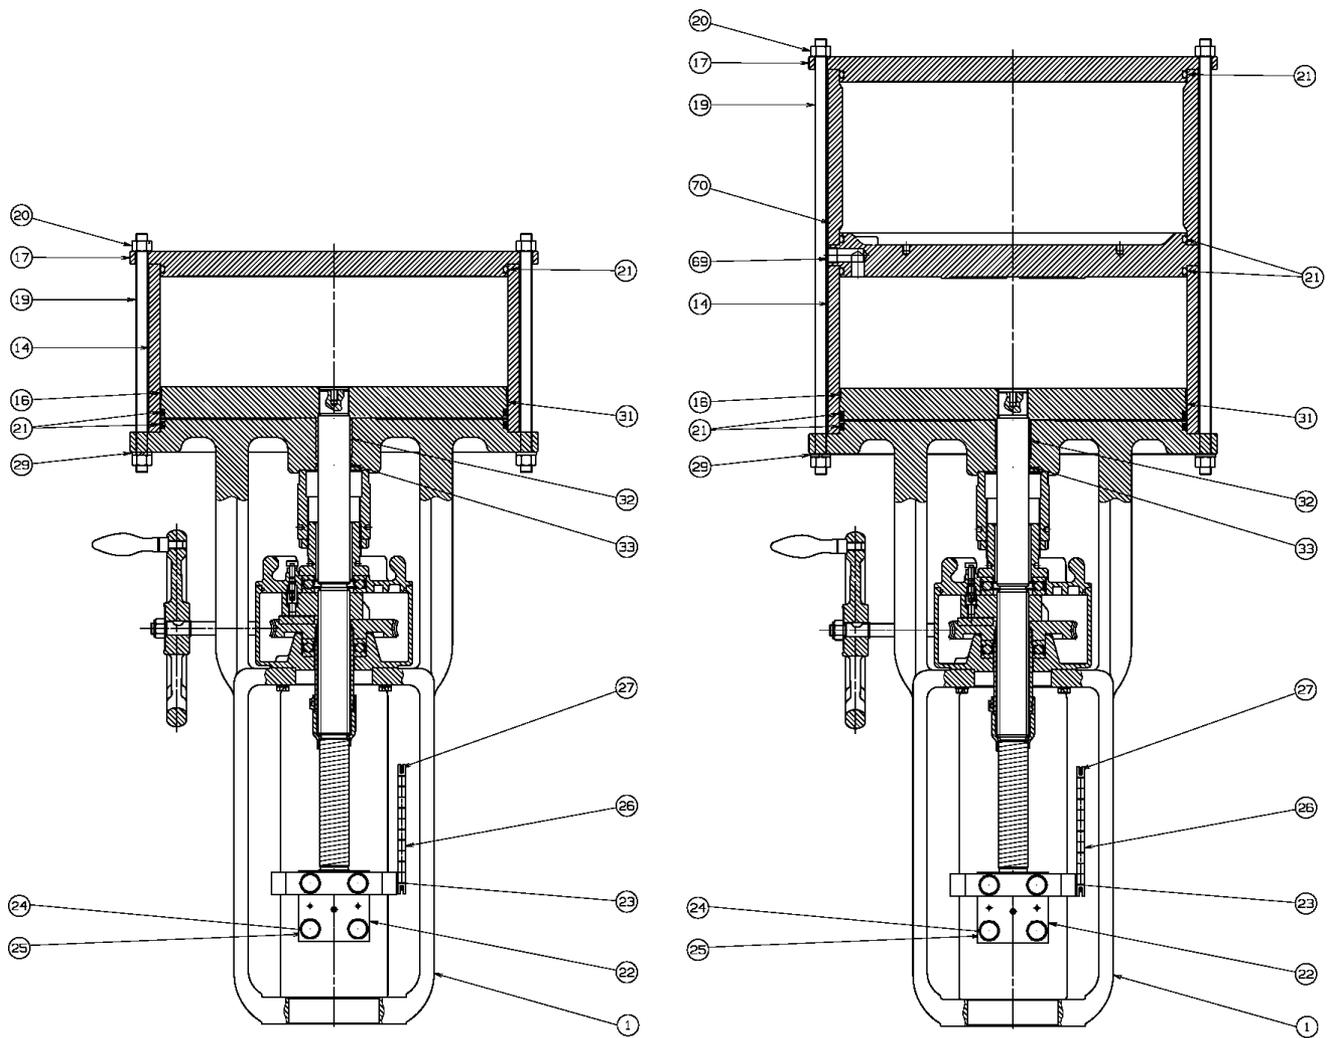
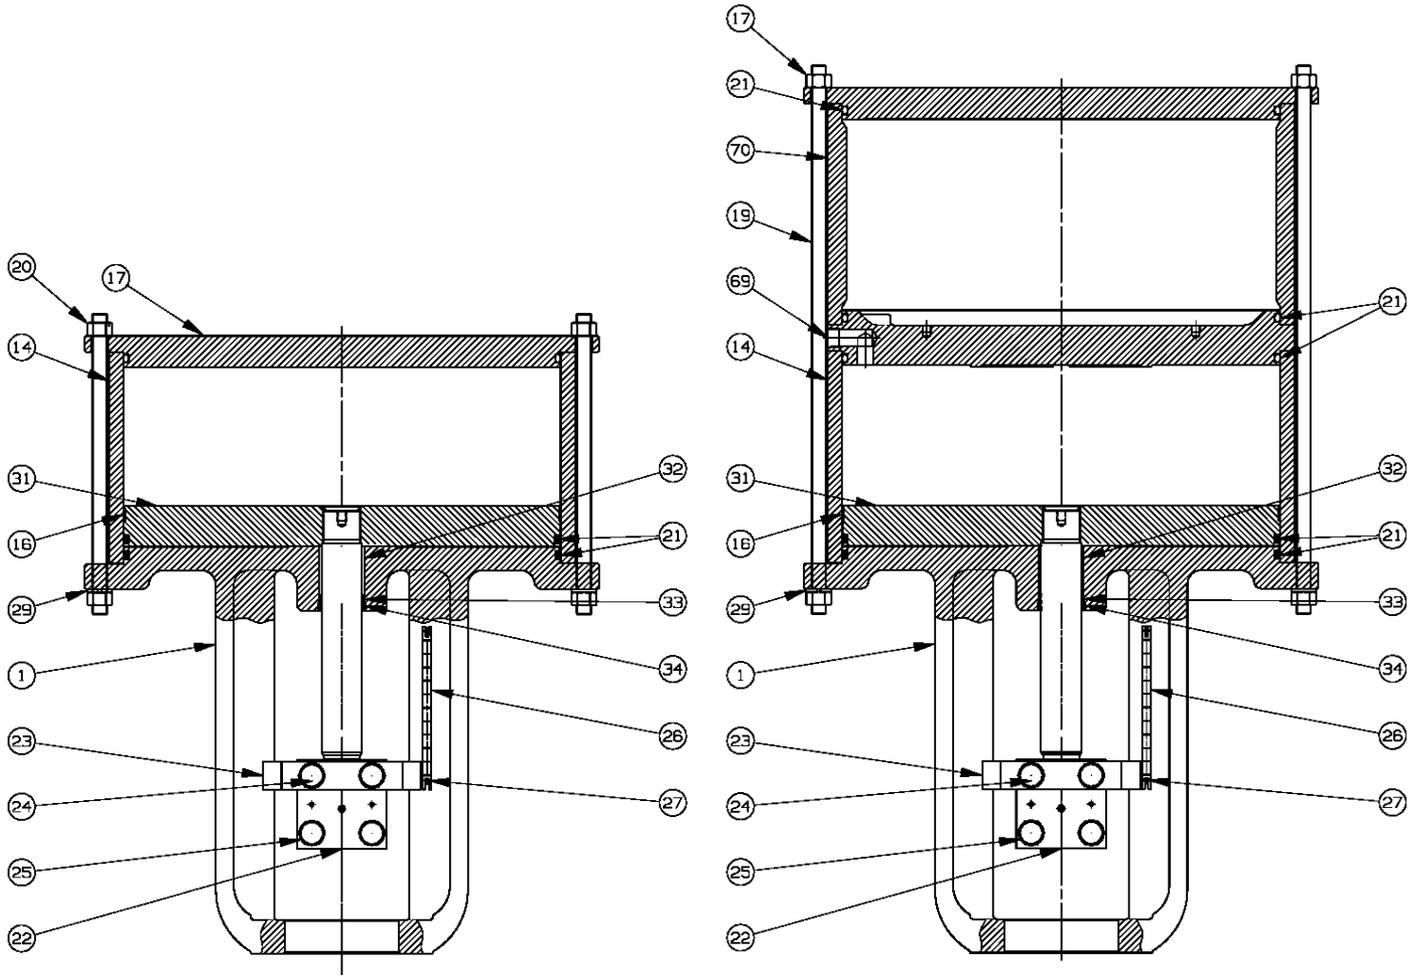

图 7 - 51 型, 有手轮, 有/无容积室
图 8 - 51 型, 无手轮, 有/无容积室
2. 从顶板 (17) 和轭 (1) 断开空气管道, 并确保气缸中没有空气压力 (图 7 和图 8)。
2. 关闭执行器的气源, 并断开阀的过程压力以防止阀芯移动 (第 19 页上的 图 7)。
3. 从顶板 (17)、隔板 (69) 断开空气管道, 并检查气缸内的空气压力。
4. 卸下六角螺母 (20)、弹簧锁紧垫圈 (29) 和中心螺栓 (19)。
- 有容积室: 卸下顶板 (17)、容积室管 (70)、隔板 (69)、气缸管 (14)、O 形环 (21)、导环 (16)。
- 无容积室: 卸下顶板 (17)、气缸管 (14)、O 形环 (21)、导环 (16)。
- 有双活塞: 卸下顶板 (17)、上气缸螺母 (20)、弹簧垫圈 (6)、上活塞板 (31)、隔板 (69)、下气缸管 (14)、O 形环 (21) 和导环 (16)。
6. 松开转接头 (54) 中的固定螺丝 (55), 从定距管 (5) 上拧下转接头 (54)。
7. 卸下活塞分总成 (31)。
3. 从顶板断开空气管道(第 20 页上的图 8)。
4. 卸下六角螺母 (20)、弹簧锁紧垫圈 (29) 和中心螺栓 (19)。拆卸六角螺母 (20)。
5. 小心拆卸顶板 (17) 和气缸管 (14), 避免任何水平错位。